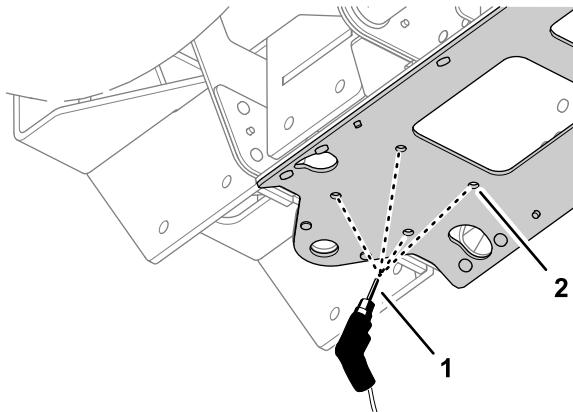

Figura 51
7. Praticate 4 fori di 10 mm ($\frac{3}{8}$ ") nella piastra del canale centrale nei segni punzoniati che avete realizzato al passaggio 6 come illustrato nella Figura 51.